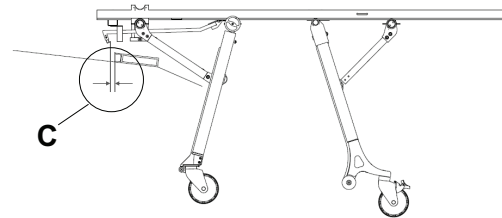

Рисунок 10 – Зазор между предохранительным крюком и пластиной защелки
- Горизонтальный зазор (С) между предохранительным крюком и пластиной защелки является достаточным для выгрузки (Рисунок 10)